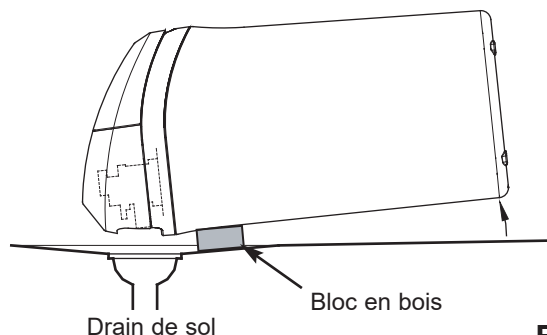

FIG. 45
6. Placez un bloc de 5 cm d'épaisseur près du drain de sol (consultez la figure 45).